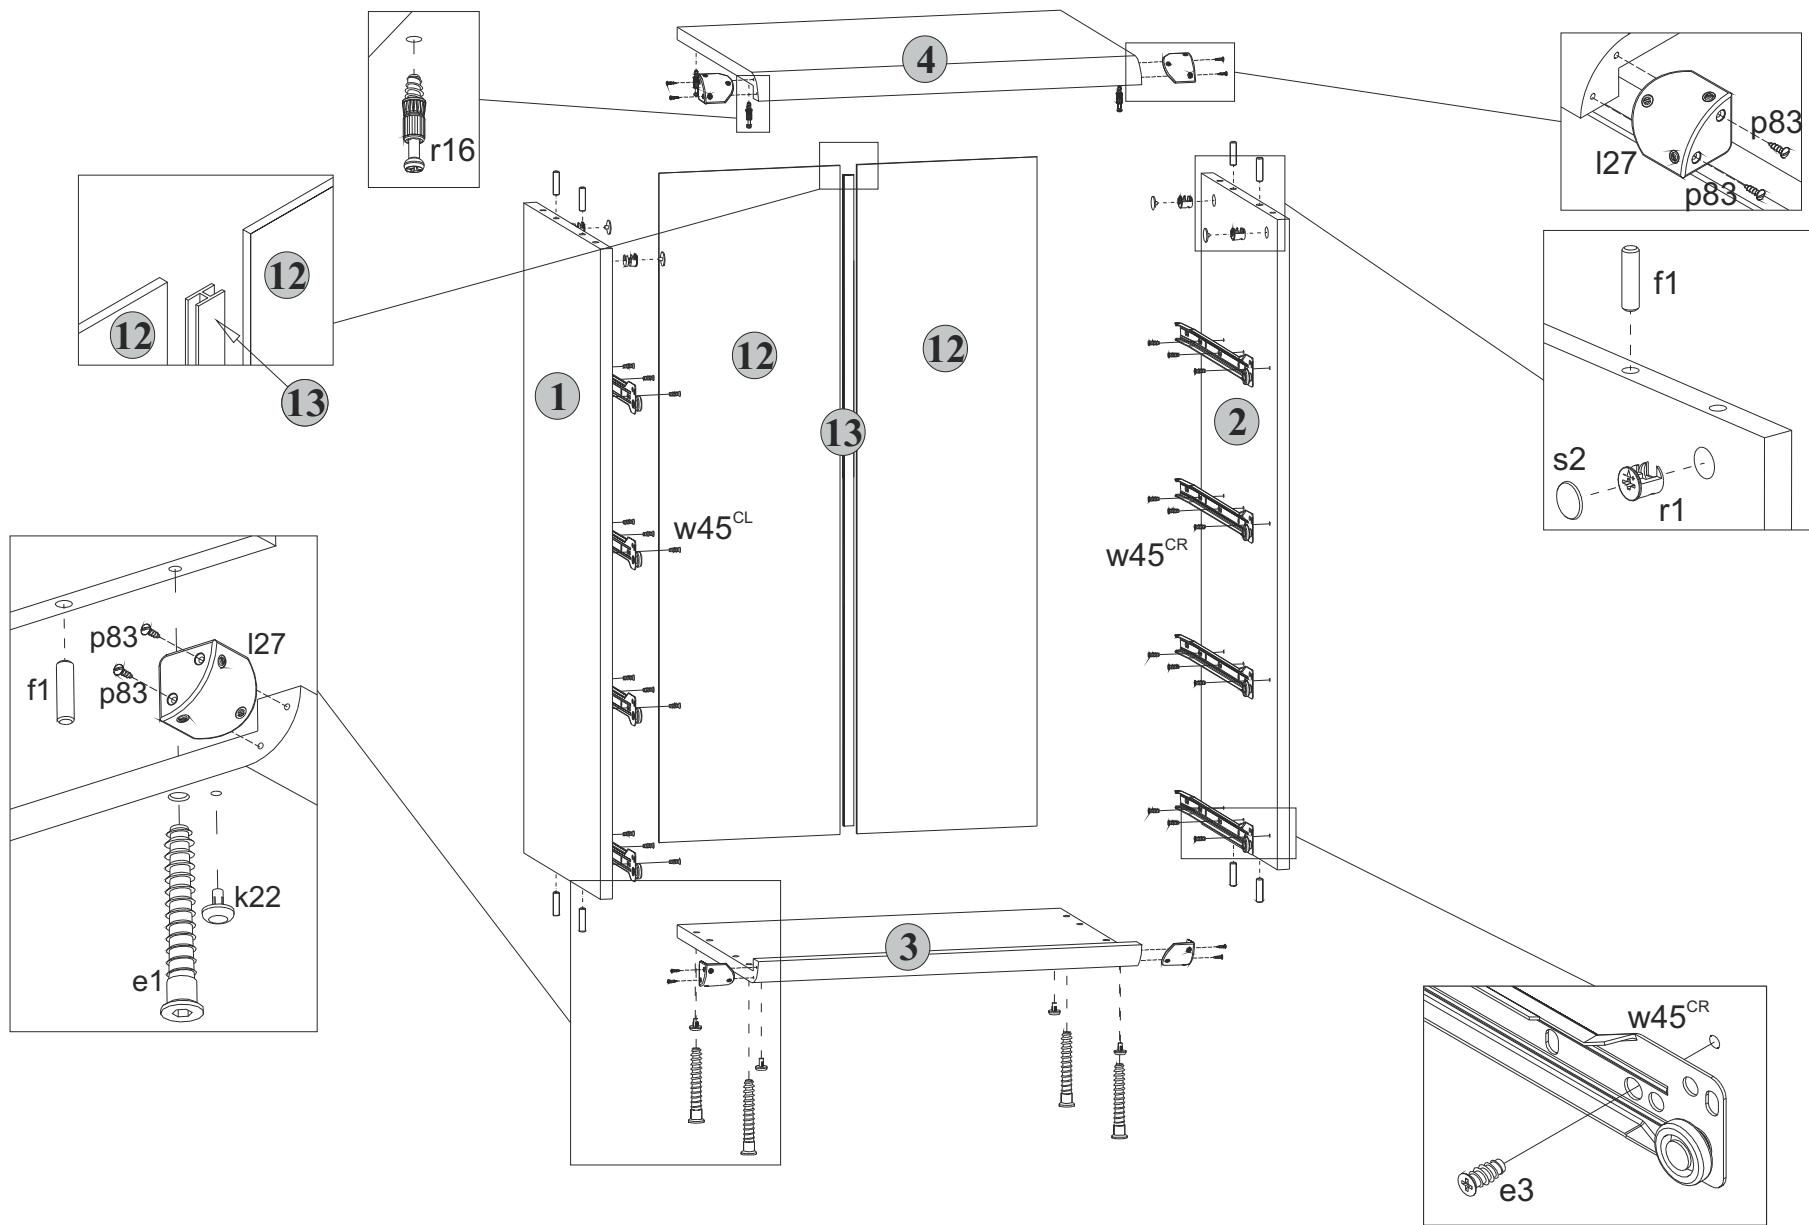

Рис. 2
эксцентриковые **r1** (см.рис. 2).
5.5 В отверстия диаметром **5 мм** на нижней поверхности щита верхнего **4** вкрутить винты стяжки **r16**, пользуясь крестообразной отверткой (см.рис. 2).
5.6 В отверстия диаметром **4,5 мм** на нижней поверхности щита нижнего **3** вставить опоры полимерные **k22** (подпятники) (см.рис. 2).
5.8 К стенкам боковым **1** и **2** присоединить щит нижний **3** и стянуть еврошурупами **e1**, пользуясь специальным ключом **z1** из комплекта фурнитуры (см.рис. 2).
5.2 В отверстия диаметром **8 мм** на верхних и нижних кромках стенок боковых **1** и **2** вбить деревянные шканты **f1** (см.рис. 2).